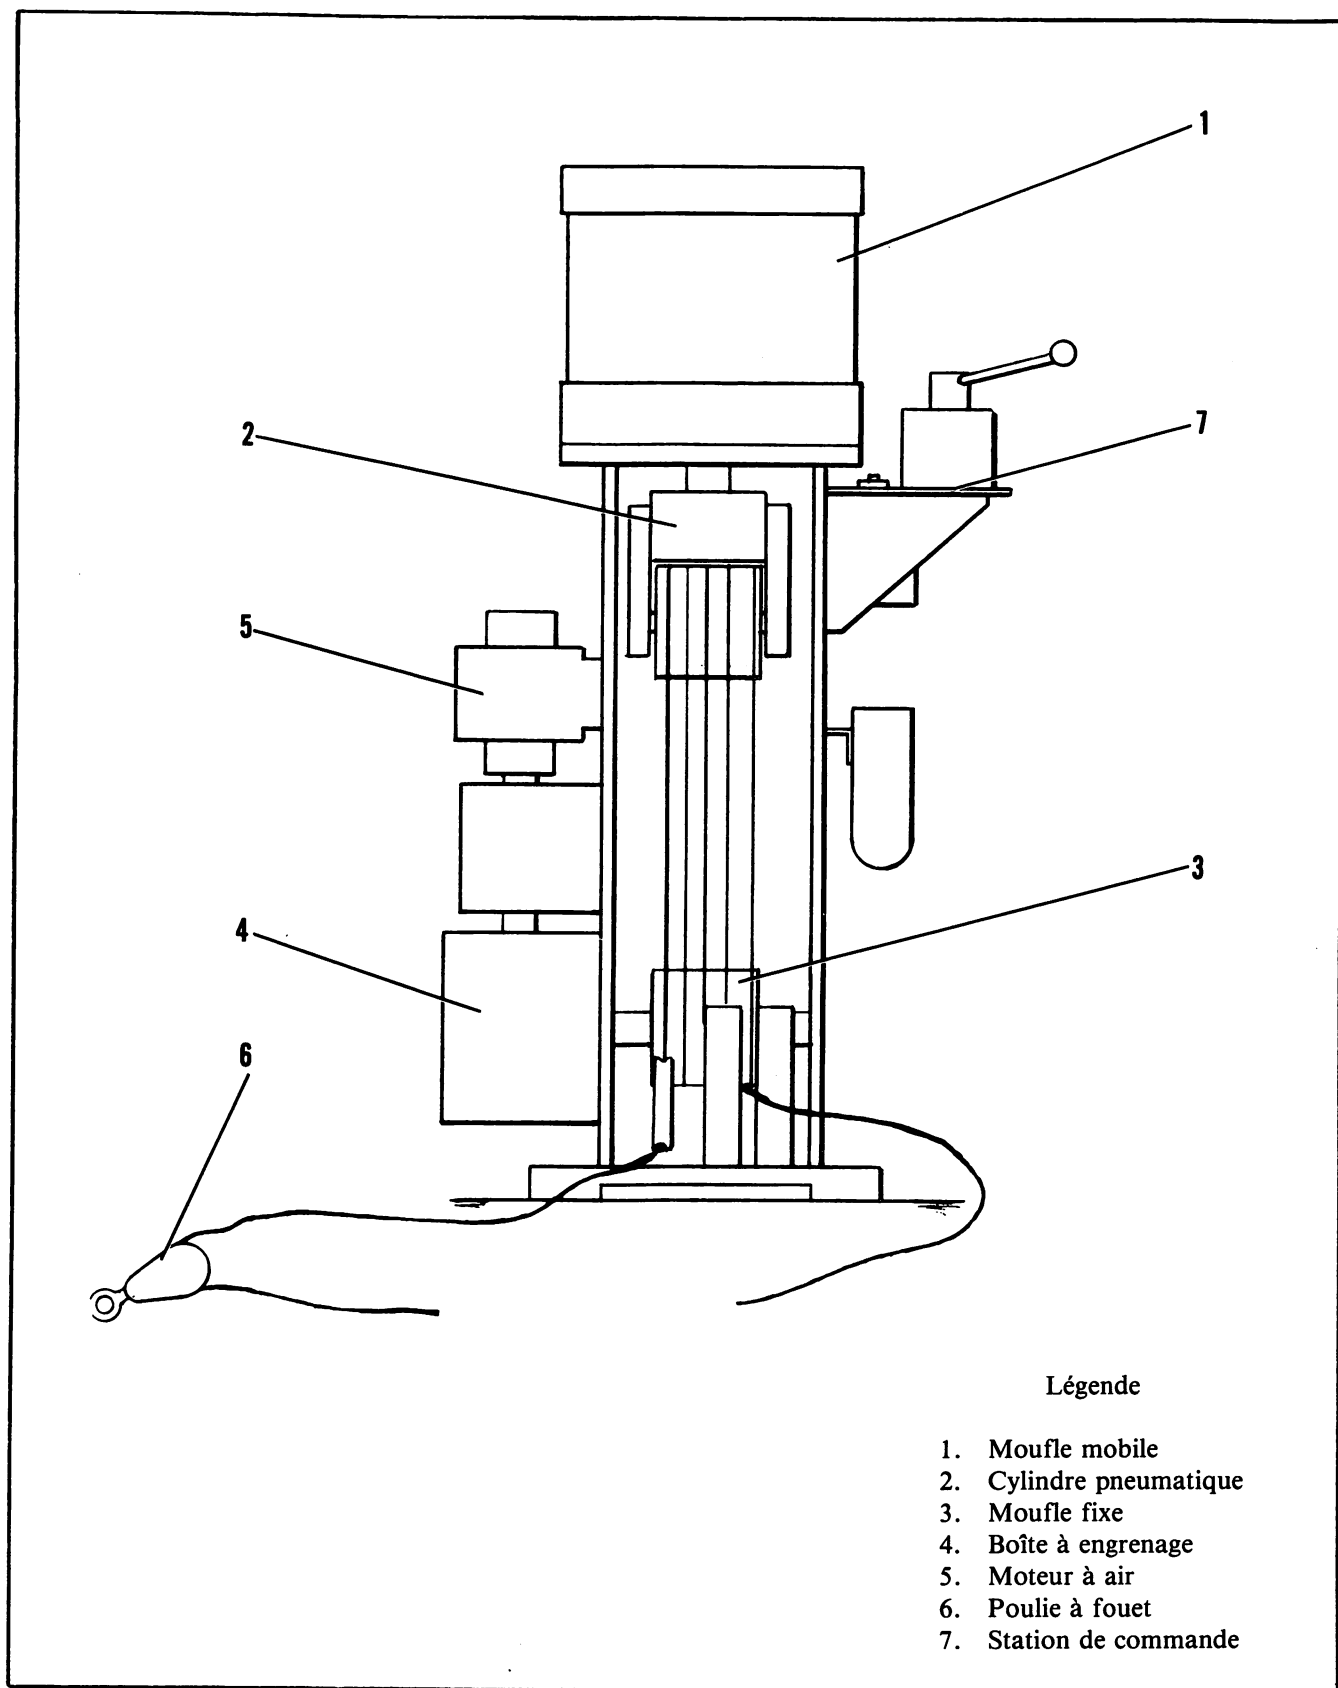

Figure 3-11 Le système de treuil pour hélicoptère
(Voir fig. 3-11) Un moufle mobile (1) et un cylindre pneumatique (2) qui ensemble servent d'accumulateur et de tendeur de câbles; un moufle fixe (3) qui est entraîné,